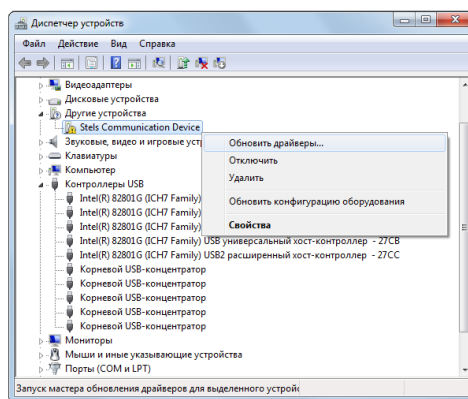

Рис. 5.3. Окно *Диспетчер устройств*
3. Откройте окно *Диспетчер устройств* (меню *Пуск* —> *Панель управления* —> *Диспетчер устройств*). В дереве устройств щелкните правой кнопкой мыши по строке *Stels Communication Device* и в появившемся меню выберите *Обновить драйверы* (рис. 5.3).